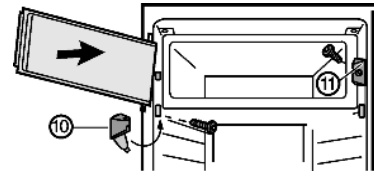

Fig. 7*
- Monter l'élément de fermeture Fig. 7 (11).*
- Monter le support d'appui Fig. 7 (10) et fermer le cache.*